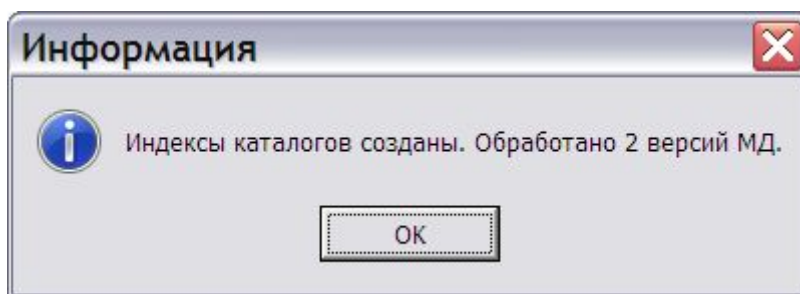

Рис. 4.81
5. После выбора ответа «Да» система произведет создание индексов, и появится сообщение о результатах (Рис. 4.81).